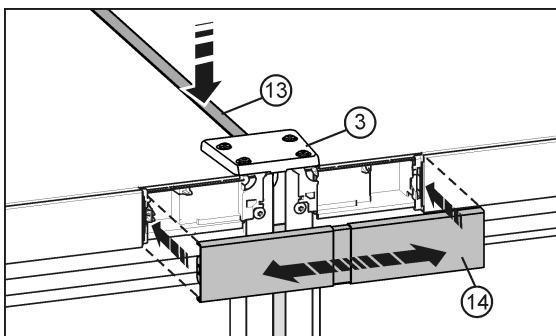

Fig. 10
- ▶ 在表面, 将短护板条 Fig. 10 (13) 压入缝隙中。护板条必须与前边缘上连接架 Fig. 10 (3) 平整连接。
- ▶ 将盖板 Fig. 10 (14) 卡紧在两块操作板中间空位处。注意, 盖板外侧必须与操作板平整连接。因此, 盖板可拉出。